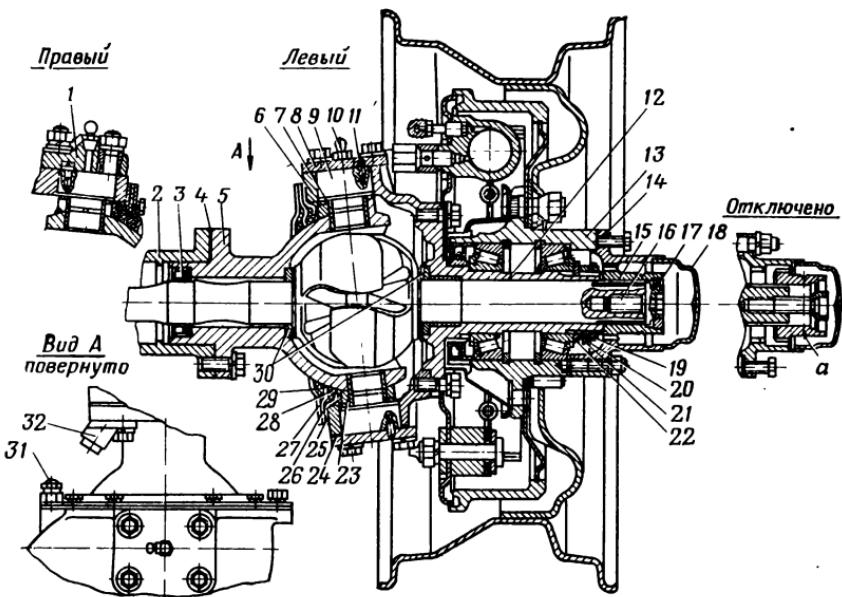
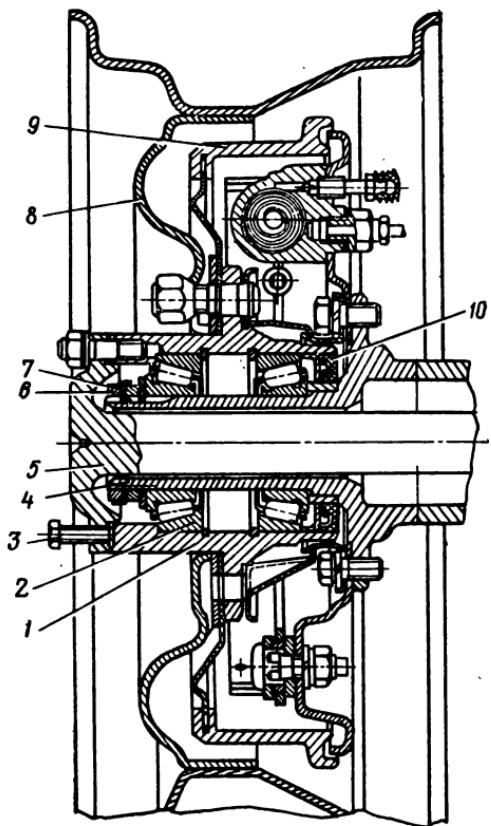

Рис. 39. Поворотный кулак:
Рис. 40. Ступица заднего колеса:
Устройство поворотного кулака в сборе показано на рис. 39. К кожуху полуоси пятью болтами привернута шаровая опора с запрессованными в нее втулками шкворней. На шаровой опоре посредством двух шкворней установлен корпус поворотного кулака и тормозной щит.
В конструкции переднего ведущего моста предусмотрено отключение колес. Для этого на шлицевом конце кулака установлена муфта 15 (рис. 39), которая находится в зацеплении с ведущим фланцем ступицы колеса.
Для отключения колес необходимо снять защитный колпак 18 и, вывертывая болт 16 из кулака, вывести муфту из зацепления с ведущим фланцем. Чтобы обеспечить необходимые зазоры между торцами зубьев муфты и ведущего фланца и между торцом муфты и защитным колпаком, муфта выдвигается до совпадения сигнальной канавки на поверхности муфты с торцом ведущего фланца, как это показано на рис. 39. От самопроизвольного вращения болт стопорится шариком с пружиной 17.
- Снять фланец ступицы переднего колеса (рис. 39), для заднего колеса вынуть полуось (рис. 40).